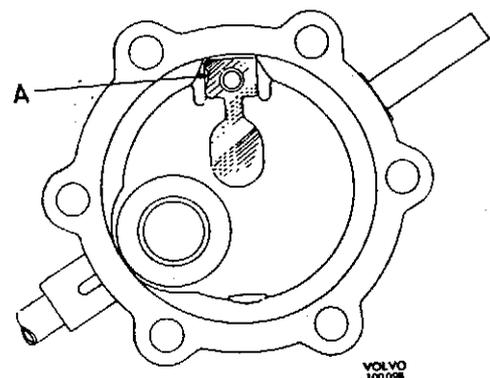

Abb. 122 Lage der Blattfeder
1. Blattfeder wie auf Abb. 122 gezeigt und An- schlagbolzen einbauen. Schraube anziehen, je- doch nur so viel, daß die Blattfeder gut am Pumpengehäuse anliegt.
2. Feder (4) und Führung (3) einbauen. Gummi- dichtung (2) mit dem Flansch in Richtung Füh- rung aufziehen.
4. Membrane nach unten drücken, Hebel (14) einführen. Es ist zu beachten, daß Hebel und Membranenstange im richtigen Verhältnis zu- einander liegen. Achse (16), Sicherungsringe (15), Federhalter (13) und Feder (12) einbauen.